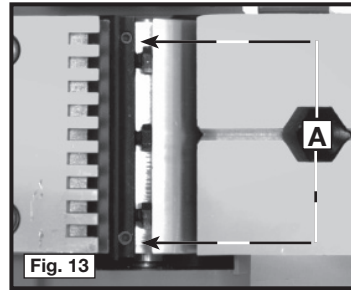

Fig. 13
Para ajustar, se proporcionan dos tornillos de ajuste (A) Fig. 13 en cada barra de presión. Haga el ajuste apropiado. Cuando hecho, aprieta firmemente el sujetando los tornillos.